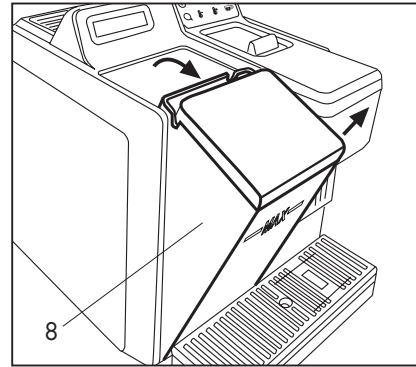

Fig. 1
- Pour extraire le réservoir, faire légèrement pression sur la partie supérieure et le faire basculer vers soi. Soulever le réservoir une fois qu'il est libéré de son logement. **(Fig. 1)**